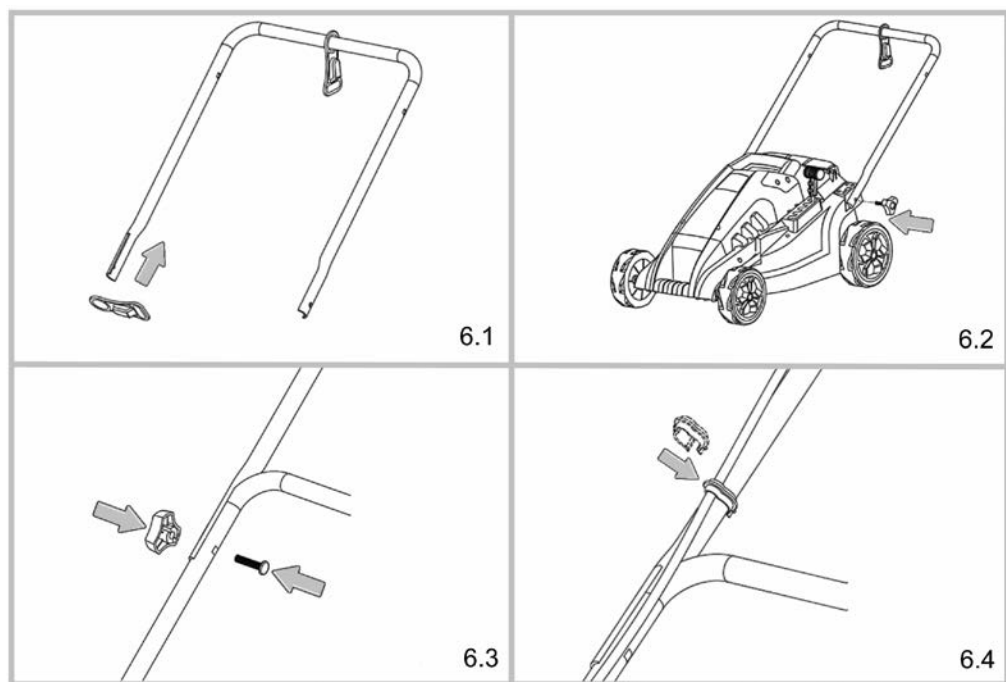

Рисунок 6
3.3.2 Для моделі **MLM-3850 S** (дивіться рисунок 6):